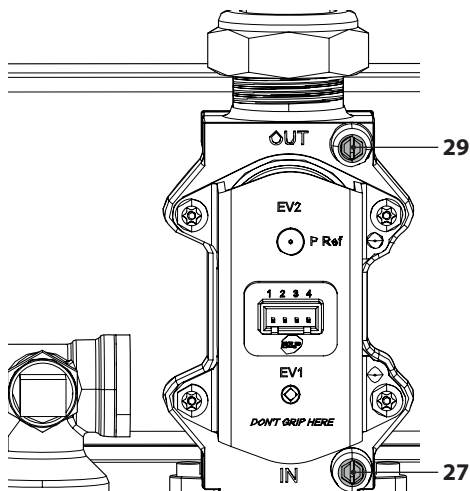

Figura 7.1
- A caldaia spenta (fuori servizio), controllare la pressione di alimentazione utilizzando la presa 27 in Figura 7.1 e confrontare il valore letto con quelli riportati nella tabella Pressioni di alimentazione gas nella sezione "Dati tecnici M300V.2025 SM" a pag. 26, "Dati tecnici M300V.2530 SM" pag. 30 e "Dati tecnici M300V.3035 SM" pag. 34.
- Richiudere bene la presa di pressione 27 in Figura 7.1.